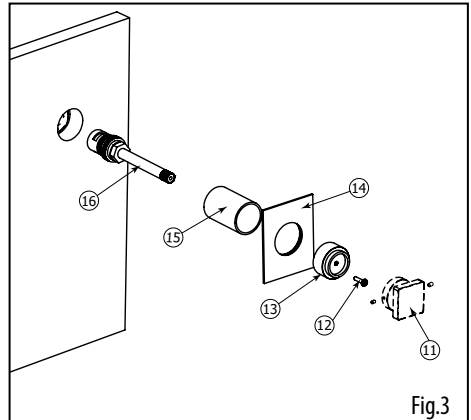

Fig.3
To service the shut-off valve cartridge (16), remove the components (11 to 15) and pull the cartridge out (Fig.3).
Pour retirer les cartouches des valves d'arrêt (16), démonter les composantes (11 à 15) (Fig.3).